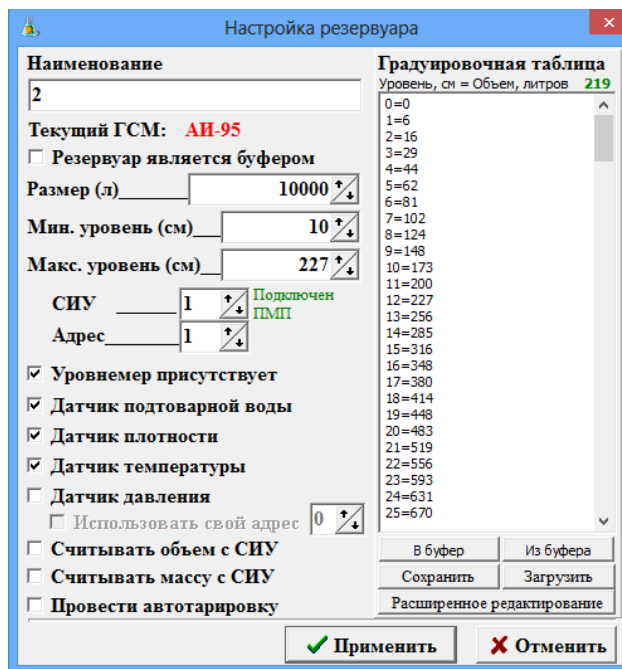

Рис. 8
Рис.8а
Для **изменения параметров объекта «ГСМ»** выполните двойной щелчок левой кнопки мыши на выбранном объекте «ГСМ» (или в всплывающем меню выберите пункт «Свойства») и в окне «Настройка ГСМ» (Рис.8б), задайте:
- в поле «Отпуск производится в» - единицу отпускаемого топлива — литры, м3, килограммах или киловатт часах (Рис.8б),